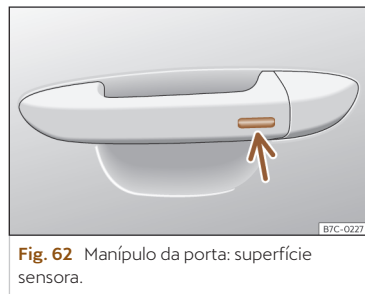

Fig. 62 Manípulo da porta: superfície sensora.
- **OU:** através do sistema Keyless Access (apenas fecho): Mantenha um dedo durante alguns segundos sobre a superfície sensora de bloqueio >>> **Fig. 62** (seta) do manípulo da porta para fechar as janelas e o teto. Se deixar de tocar na superfície sensora, interrompe a função de fecho.
Mantenha um dedo durante alguns segundos sobre a superfície sensora de bloqueio >>> Fig. 62 (seta) do manípulo da porta para fechar o teto. Se deixar de tocar na superfície sensora, interrompe a função de fecho.